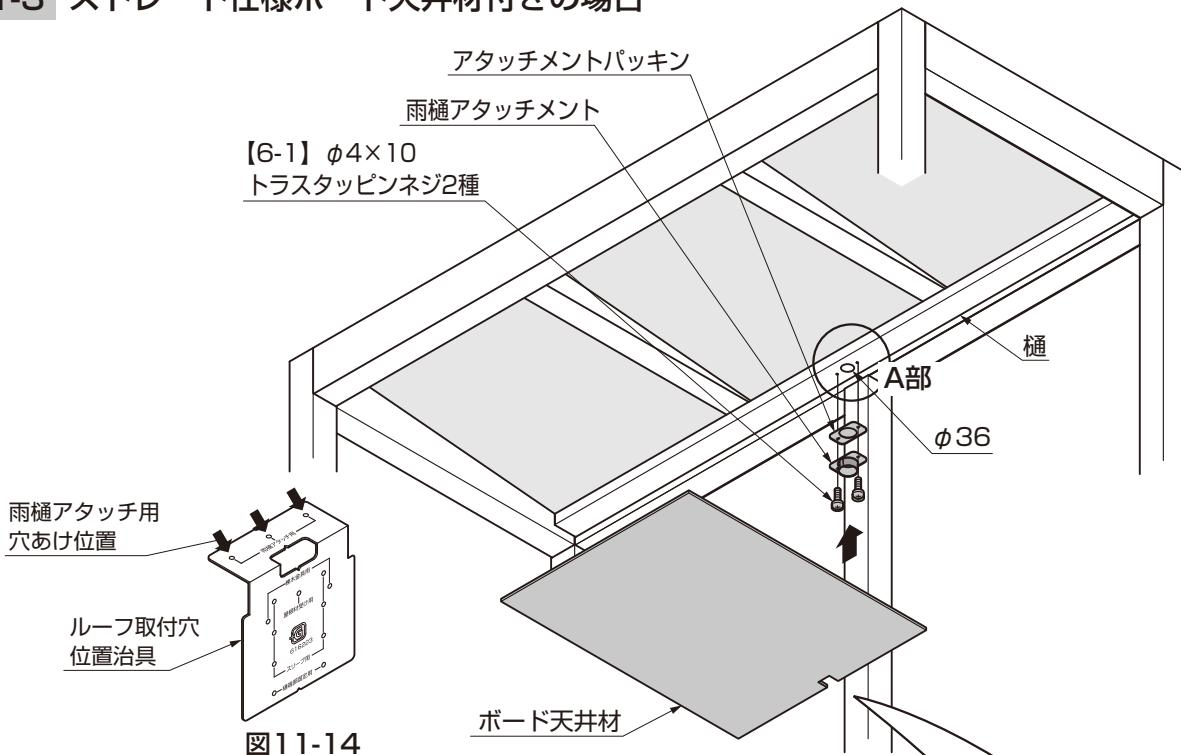

図11-14
- ①ルーフ取付穴位置治具を樋にあて、ケガキ、ドリルで水抜き穴φ36と雨樋アタッチメント取付穴φ3.2をあけてください。(図11-14、図11-15参照)